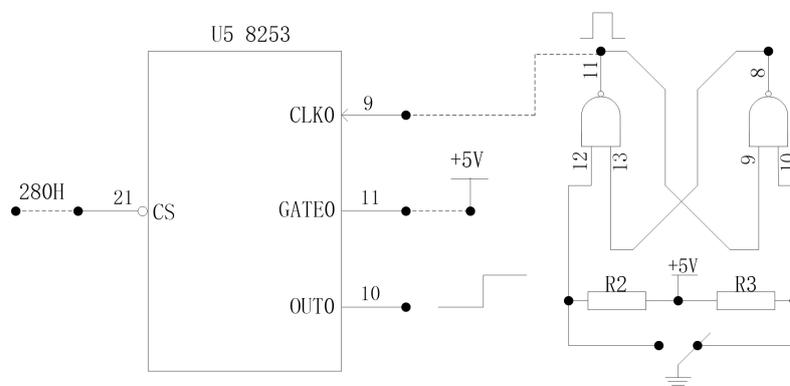

图 1 8253 实验 1 电路图
1. 按图1虚线连接电路，将计数器0设置为方式0，计数器初值为N($N \leq 0FH$)，用手动逐个输入单脉冲，编程使计数值在屏幕上显示，并同时用逻辑笔观察OUT0电平变化(当输入N+1个脉冲后OUT0变高电平)。